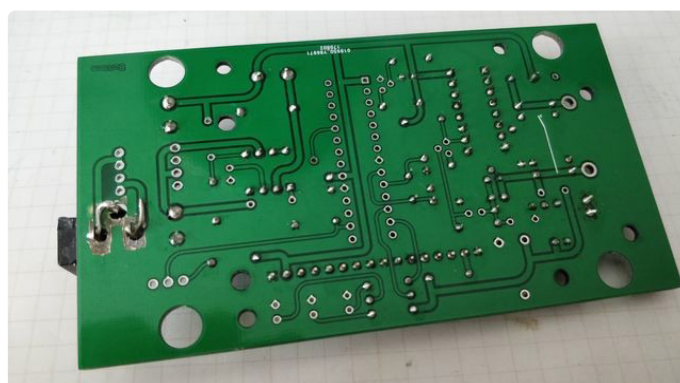

Figure 6. « Errare humanum est », modification du circuit imprimé pour l'adapter à l'empreinte exacte de la prise d'alimentation.
- j'avais omis de vérifier dimensions et forme des plots du connecteur d'alimentation J1. Si vous utilisez le même modèle que moi, et que vous ne modifiez pas le dessin, corrigez l'erreur avec un outil de type *Dremel* (**fig. 6**). Cependant, les soudures ne maintiendront pas suffisamment le connecteur, collez-le ensuite sur la carte.